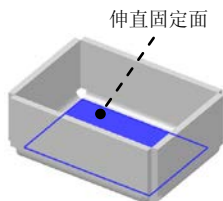

图 4.5.8 选取固定面
Step2. 选取固定面。在系统 **单击在零件被折弯时将保持固定的平的面或线性边。** 的提示下, 选取图 4.5.8 所示的内表面为固定面。